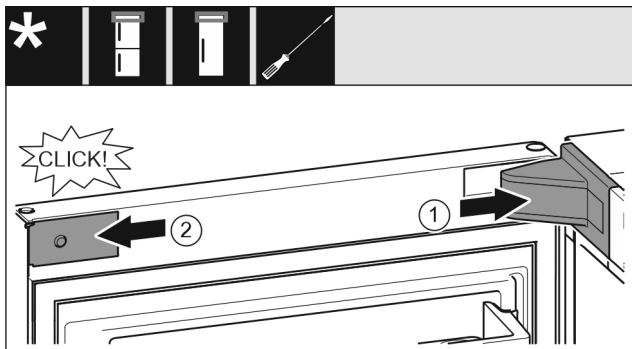

Fig. 59
- ▶ Установите и зафиксируйте крышку опорного кронштейна Fig. 59 (1), при необходимости осторожно разожмите ее.
- ▶ Установите накладку Fig. 59 (2) сбоку и зафиксируйте.